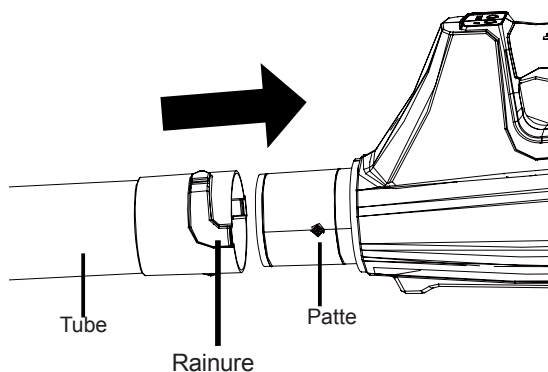

Fig. 2
1. Alignez une des rainures dans le tube avec le bouton au boîtier du souffleur. Poussez le tube au boîtier du souffleur jusqu'à ce que le bouton enclenche les rainures (Fig. 2).